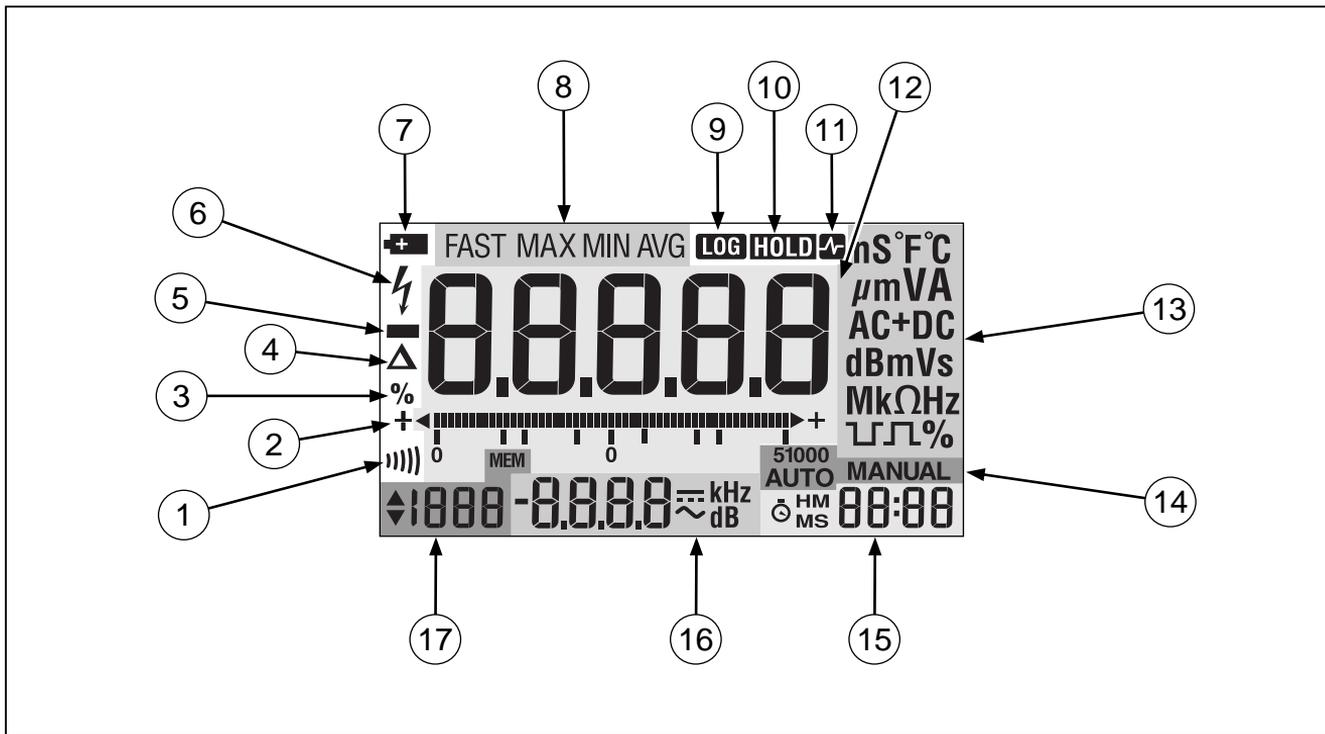

Figure 2-4. Fonctions d'affichage
Les fonctions de l'affichage sont représentées dans la figure 2-4 et décrites dans le tableau 2-3. Les fonctions principales de l'affichage sont décrites dans les paragraphes suivants.
*Vous pouvez afficher tous les segments de l'affichage (voir figure 2-4) en appuyant sur **HOLD** tout en mettant le multimètre sous tension. Relâchez **HOLD** pour désactiver l'affichage complet.*